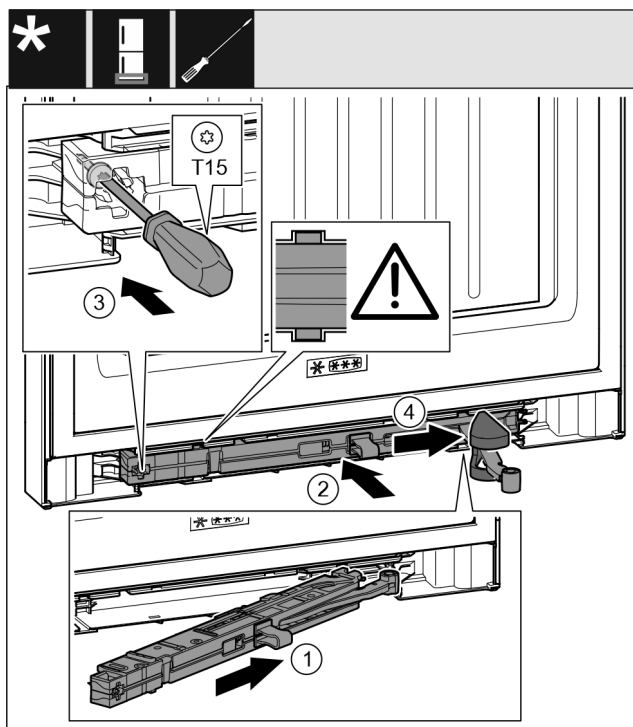

Fig. 62
- Côté support de palier, pousser l'unité d'amortissement de fermeture Fig. 62 (1) jusqu'en butée de biais dans l'évidement.
- Pousser complètement l'unité d'amortissement de fermeture Fig. 62 (2) dans l'évidement.
- Serrer la vis Fig. 62 (3) avec un tournevis.
- Pousser le cache Fig. 62 (4) sur la jointure.